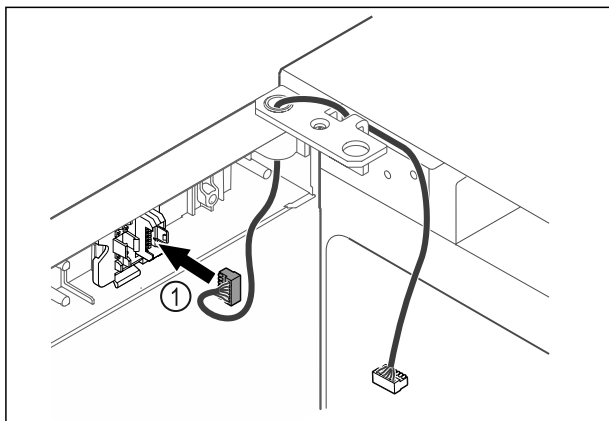

Fig. 42
- ▶ Stekker Fig. 42 (1) in steckerhouder steken.